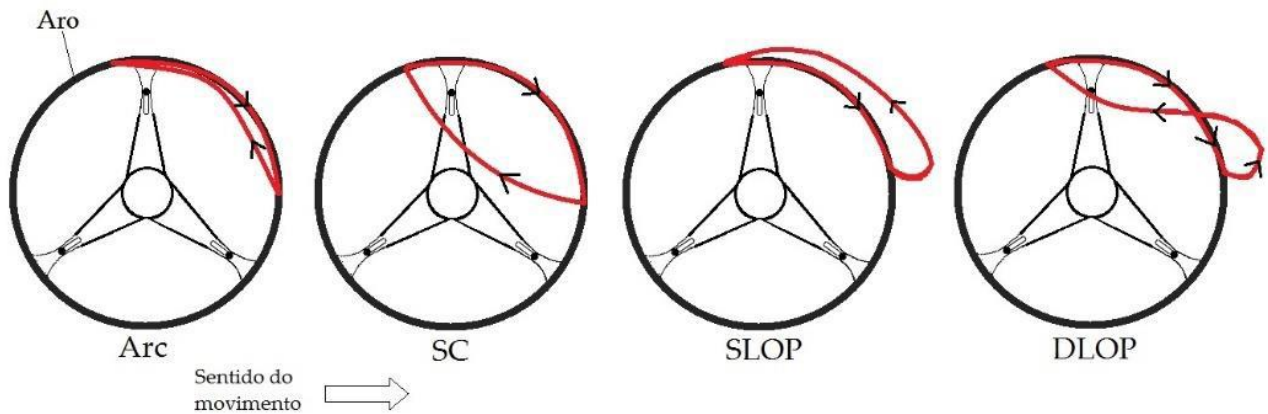

Figura 2 - Representação gráfica dos padrões de propulsão.
Existem quatro padrões de propulsão (Figura 2): semicircular (SC), single loop over propulsion (SLOP), double loop over propulsion (DLOP) e arcing (ARC). A característica principal do padrão SC é que a mão passa embaixo da parte superior do aro, seguindo uma trajetória semicircular quando está voltando ao ponto de contato inicial, na fase de recuperação. No caso do SLOP a mão se levanta sobre o aro na fase de